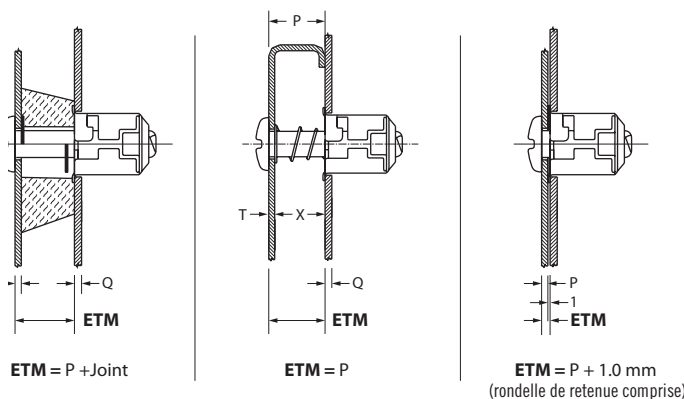

Figure 1 : Epaisseur totale de matériau (ETM)
1. Calculez l'épaisseur totale de matériau (ETM) à l'aide de la Figure 1 ci-dessous..